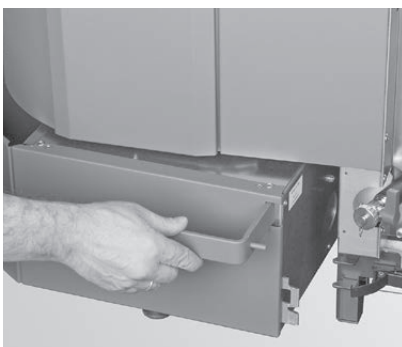

Fig. 84 Aschebox leicht nach links drücken
- ▶ Aschebox leicht nach links schieben und herausziehen – Fig. 84, Fig. 85.